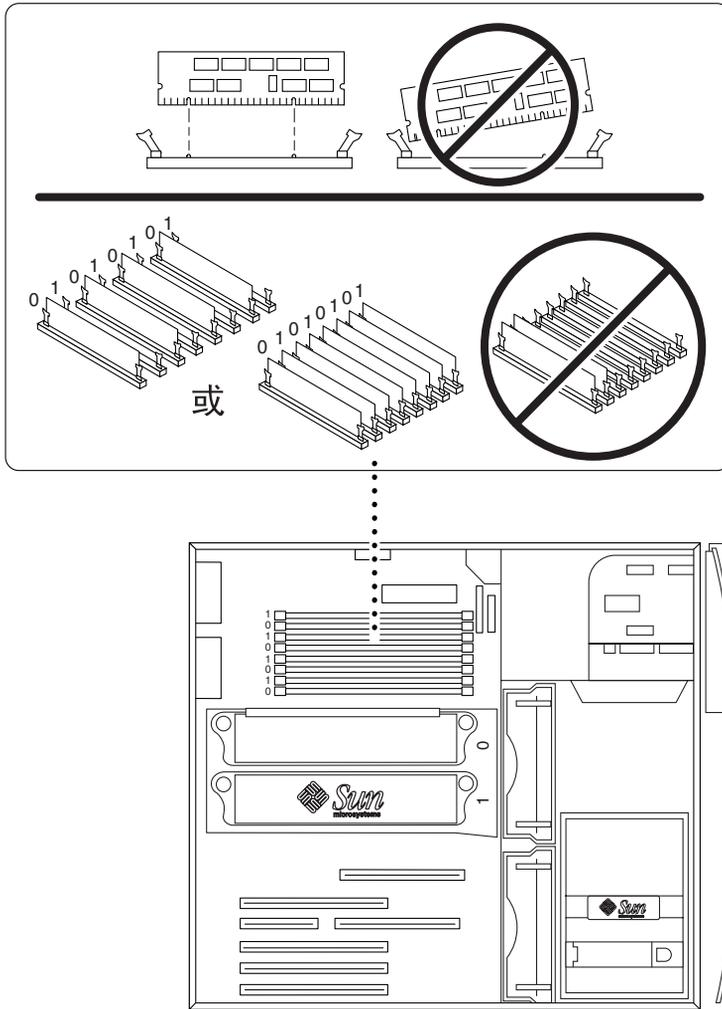

图 15 安装附加 DIMM
3. 按如下步骤将四个 DIMM 安装到空的主板 DIMM 连接器中（请参阅图 15）：